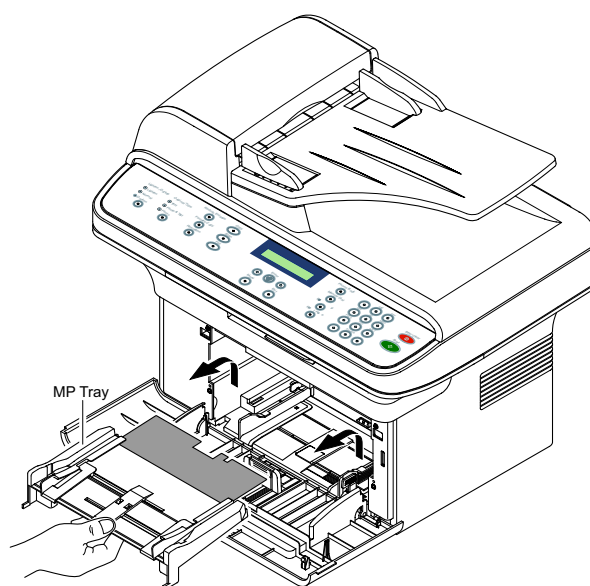

Рисунок 3
3. Удерживая многоцелевой лоток, вытяните его в направлении стрелки, рисунок 3.